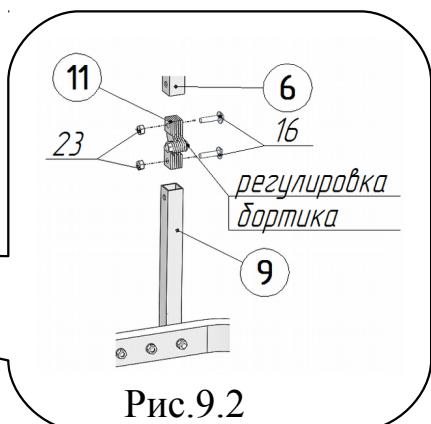

Рис.9.2
**⚠ Регулировка усилия складывания бортика** производится затяжкой или ослаблением винта и гайки в центре шарниров (рис.9.2).